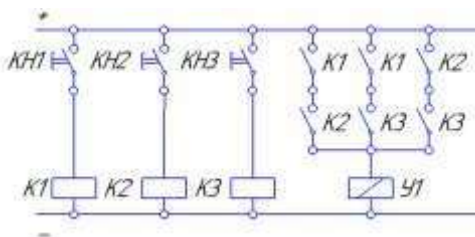

Рисунок 19.1 – Вариант 1 Применение логических функций «Или» и «И» одновременно при подключении распределителя.
- 1 Начертить электрическую схему рис.19.1, 19.2.